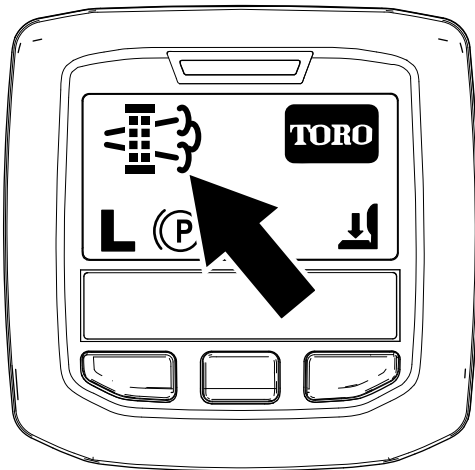

Figura 53
- Quando il computer del motore richiede una rigenerazione parcheggiata o una rigenerazione di recupero, nell'InfoCenter viene visualizzata l'icona della richiesta di rigenerazione (Figura 53).